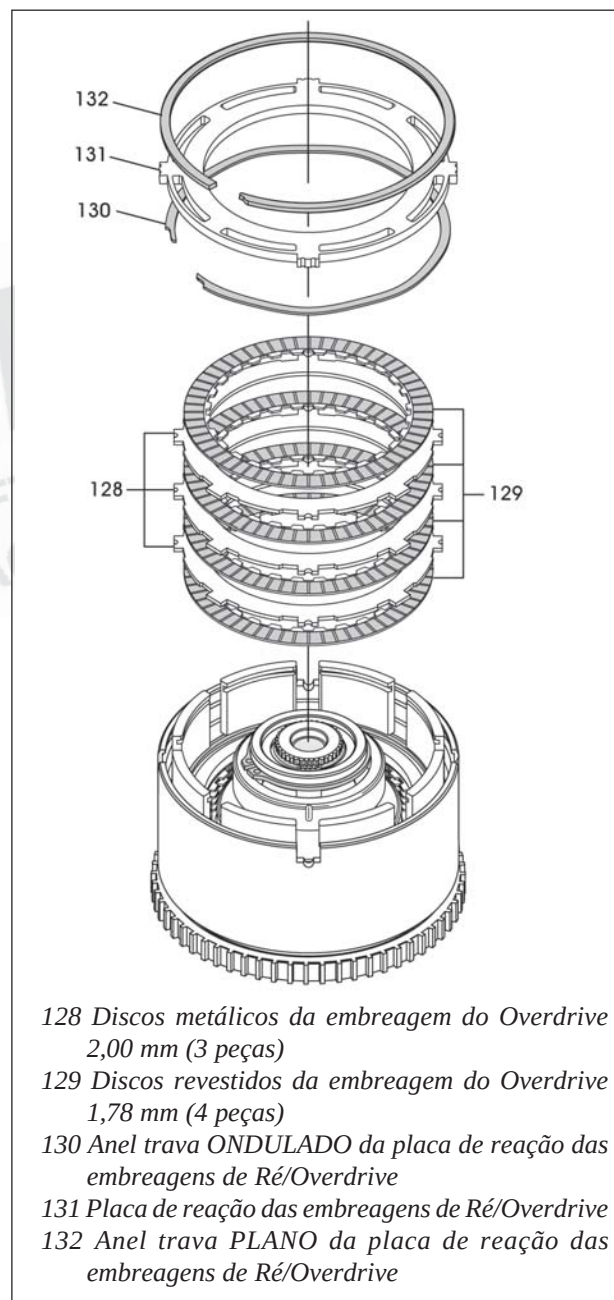

Figura 189
31. Instale o pacote de discos do conjunto Overdrive começando com um disco revestido e alternando com um disco metálico até instalar quatro discos de composite e três discos metálicos, conforme figura 189.
32. Instale o anel trava ONDULADO da placa de reação das embreagens de Ré/Overdrive na ranhura larga do pistão da Ré/Overdrive e empurre o anel trava até o fundo da ranhura, conforme mostra a figura 189.
33. Instale a placa de reação das embreagens de Ré/Overdrive no retentor, conforme mostra a figura 189, com o lado com o degrau voltado para baixo.